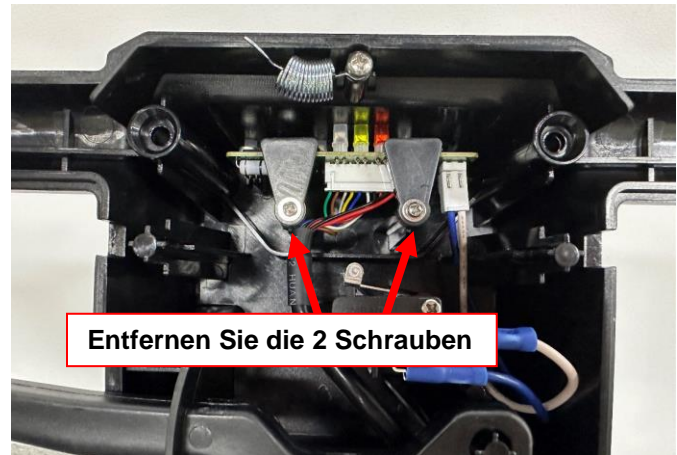

Abb. 10
42. Lösen Sie die 2 Schrauben auf der Leiterplatten-Befestigungsplatte (Abbildung 10).